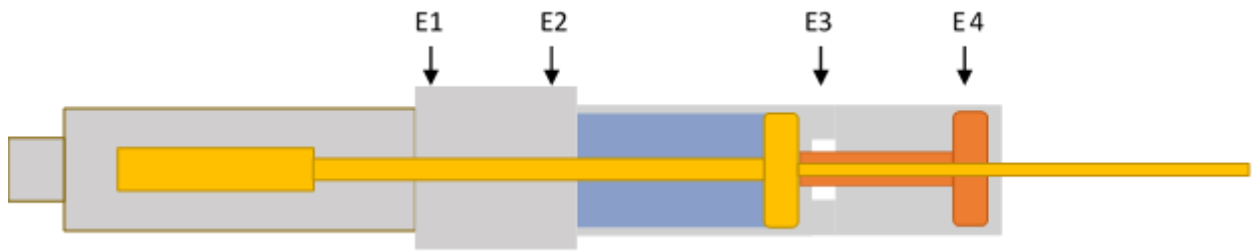

Abbildung 3
- **Füllinjektor öffnen, Kavität befüllen (→Abbildung 3).**